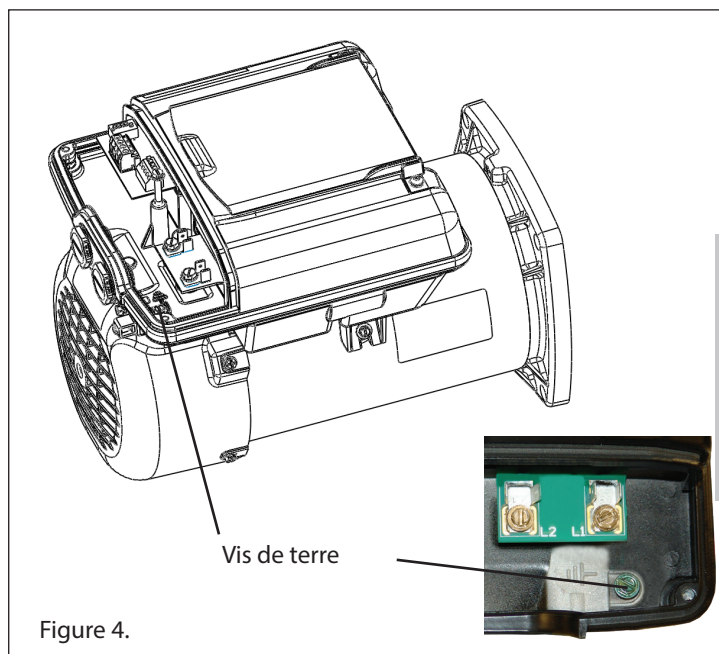

Figure 4.
6. Mettez à demeure le moteur à la terre à l'aide de la vis de terre située sur la face arrière intérieure de l'interface du contrôleur, voir la figure 4. Utilisez la taille et le type de fil corrects qui sont spécifiés par les autorités locales compétentes. Assurez-vous que le fil de terre est relié à une terre de service électrique.